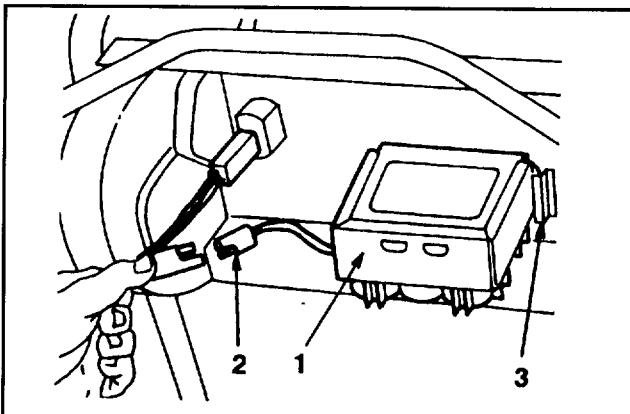

Abbildung 25
- Den Motor abstellen und die Kabel von der Batterie trennen (Abb. 25).